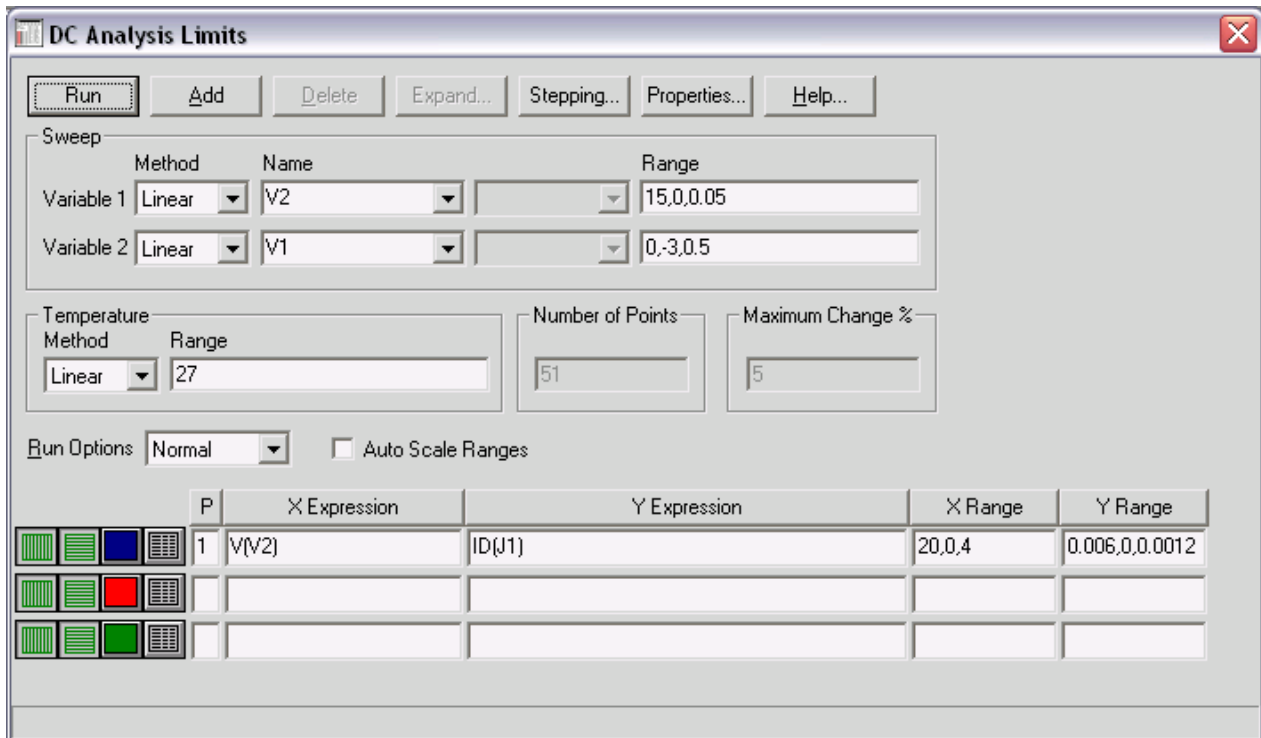

Рис. 8.10 Окно параметров моделирования для получения выходных ВАХ
- следует задать необходимые параметры моделирования в соответствии с рис. 8.10;